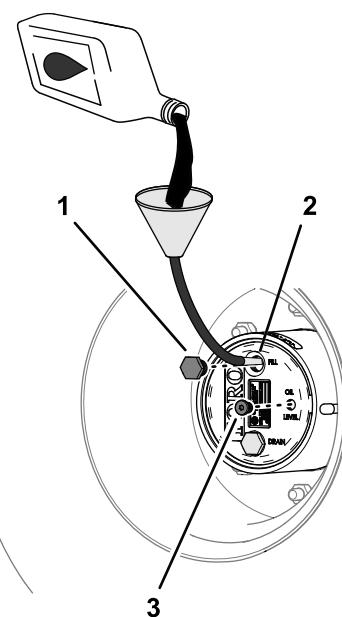

Figure 95
4. Si le niveau d'huile est trop bas, enlevez le bouchon de remplissage et ajoutez l'huile spécifiée jusqu'à ce qu'elle ressorte par le trou du bouchon de contrôle (Figure 95); voir Spécifications de l'huile du train planétaire \(page 72\).
6. Remettez en place les bouchons de remplissage et de contrôle (Figure 95).
1. Versez lentement le lubrifiant pour engrenages spécifié par l'orifice du bouchon de remplissage; voir Figure 95 sous Contrôle du niveau de lubrifiant du train planétaire \(page 72\).
3. Remettez en place les bouchons de remplissage et de contrôle; voir Figure 95 sous Contrôle du niveau de lubrifiant du train planétaire \(page 72\).